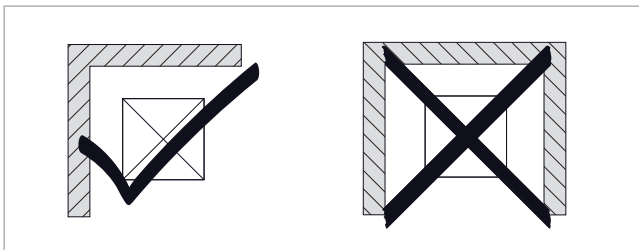

Fig. 4: Condiciones de instalación cerca de muros
- No instalar la bomba de calor en estructuras cerradas de tres lados, véase la ➔ *fig. 4*